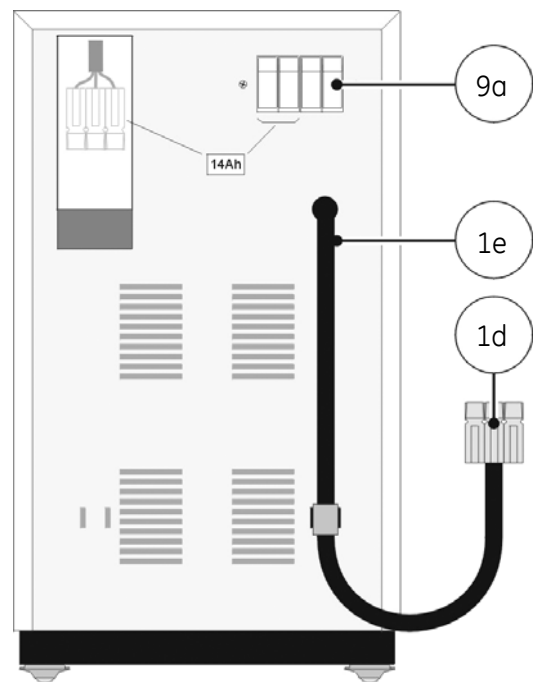
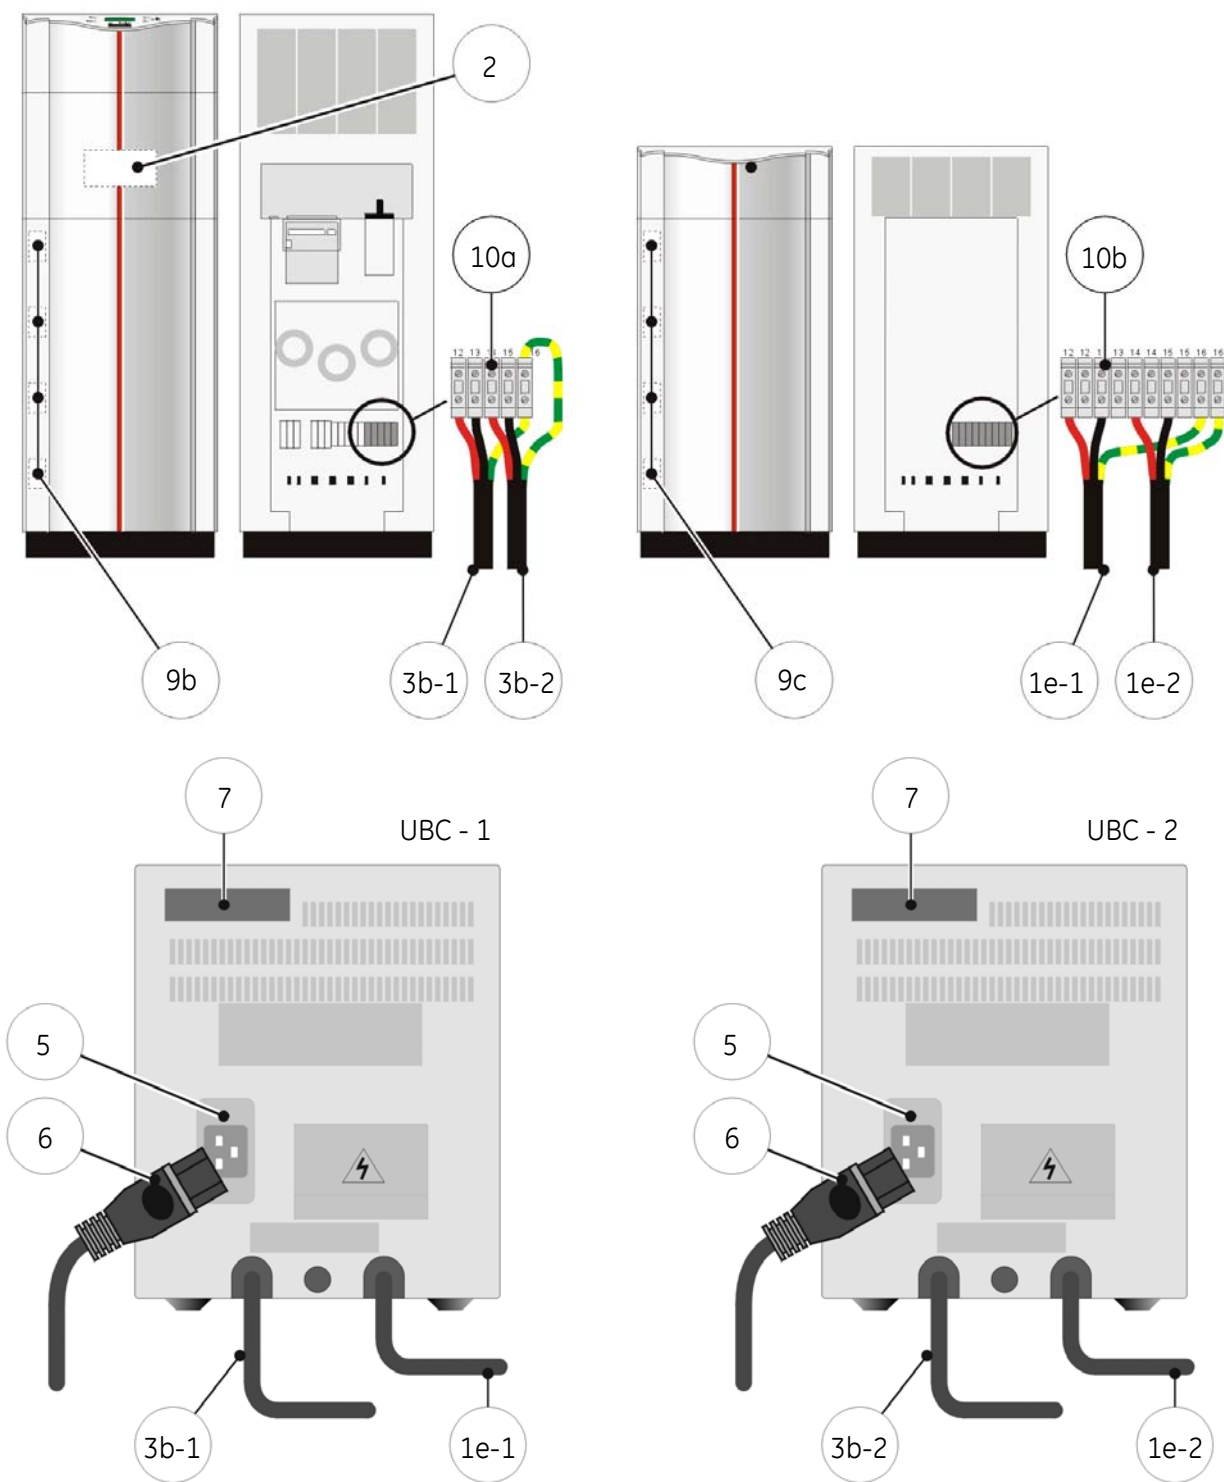
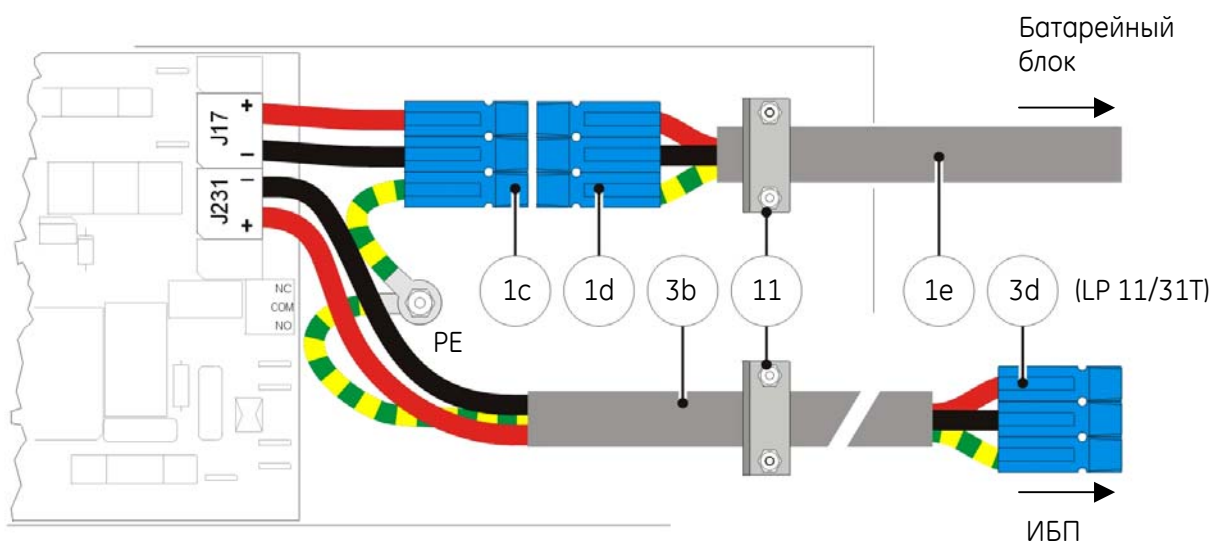
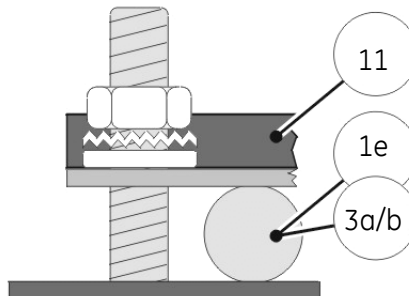

Рис. 3 Подключение к ИБП LP 11/31T Series
Рис. 4 Подключение к ИБП LP 31 Series
Рис. 6 Подключение кабелей к плате фильтра (для LP 11 / 31T / 31 Series)
Рис. 8 Фиксатор кабеля
2. Переведите все автоматы (2, Рис. 3) в положение 'off' (вниз) и разомкните держатель предохранителей батарей (9, Рис. 3).
3. Разомкните держатель предохранителей батарей на дополнительном батарейном блоке (9а, Рис. 3)
- 4.5 Кабель постоянного тока DC входит в комплект поставки UBC. Подключите красный провод DC+ и черный провод DC- (3b, Рис. 3/6) к разъему J231 (Рис. 6)
- 4.6 Подключите желто-зеленый провод заземления кабеля 3b к клемме "PE", см. Рис. 6 и 7.
- 4.7 Установите фиксатор кабеля (11, Рис. 6) в соответствии с Рис. 6 и Рис. 8.
- 4.8 Подключите разъем кабеля DC от дополнительного батарейного блока (1d, Рис. 3/6) к разъему 1с внутри UBC (Рис. 6).
- 4.9 Установите фиксатор кабеля в соответствии с Рис. 6/8.
- 4.12 **ПЕРЕД** подключением UBC к сети: установите переключатели на задней панели UBC (7, Рис. 3) для использования с ИБП LP Series. См. раздел 3.3.
5. Подключите разъем кабеля DC (3d, Рис. 3) от UBC к разъему DC, расположенному на ИБП (8, Рис. 3).
6. Сетевой кабель, поставляемый с UBC, подключите к гнезду (5, Рис. 3)
8. Включите ИБП и закройте держатели предохранителей батареи на ИБП (9, Рис. 3) и дополнительном батарейном блоке (блоках) (9а, Рис. 3). Обратитесь к инструкции на ИБП для дополнительной информации.
2. Переведите все автоматы (2, Рис. 4) в положение 'off' (вниз) и разомкните держатель предохранителей батарей (9b, Рис. 4).
3. Разомкните держатель предохранителей батарей на дополнительном батарейном блоке (9с, Рис. 4)
- 4.5 Используйте кабель сечением 10 мм²: подключите красный провод DC+ и черный провод DC-(3b, Рис. 4/5/6) к разъему J231 (Рис. 6). Обратите внимание, что этот кабель 3b **не имеет** разъема.
- 4.8 Подключите разъем кабеля DC от дополнительного батарейного блока (1d, Рис. 6) к разъему 1с внутри UBC (Рис. 6).
- 4.12 **ПЕРЕД** подключением UBC к сети: установите переключатели на задней панели UBC (7, Рис. 4) для использования с ИБП LP Series. См. раздел 3.3.
5. Подключите разъем кабеля DC (3d, Рис. 4) от обоих блоков UBC к разъему подключения батарей, расположенному на ИБП (10а, Рис. 4). Обратитесь к инструкции на ИБП для дополнительной информации
6. Подключите разъем кабеля DC (1е, Рис. 4) от обоих блоков UBC к разъему на дополнительном блоке батарей (10b, Рис. 4). Обратитесь к инструкции на ИБП для дополнительной информации
7. Сетевые кабели, поставляемые с UBC, подключите к гнездам (5, Рис. 4)
9. Включите ИБП и закройте держатели предохранителей батареи на ИБП (9b/c, Рис. 4) и дополнительном батарейном блоке (блоках) (9a, Рис. 3). Обратитесь к инструкции на ИБП для дополнительной информации.